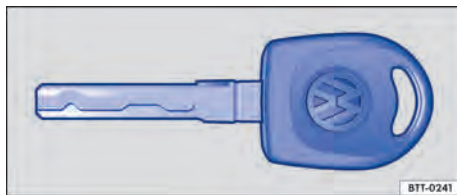

Fig. 20 Chave do veículo com haste fixa.
- Chave do veículo com haste fixa. Na chave pode se encontrar uma lanterna. A lanterna se acende quando o símbolo VW é pressionado ⇒ Fig. 20.